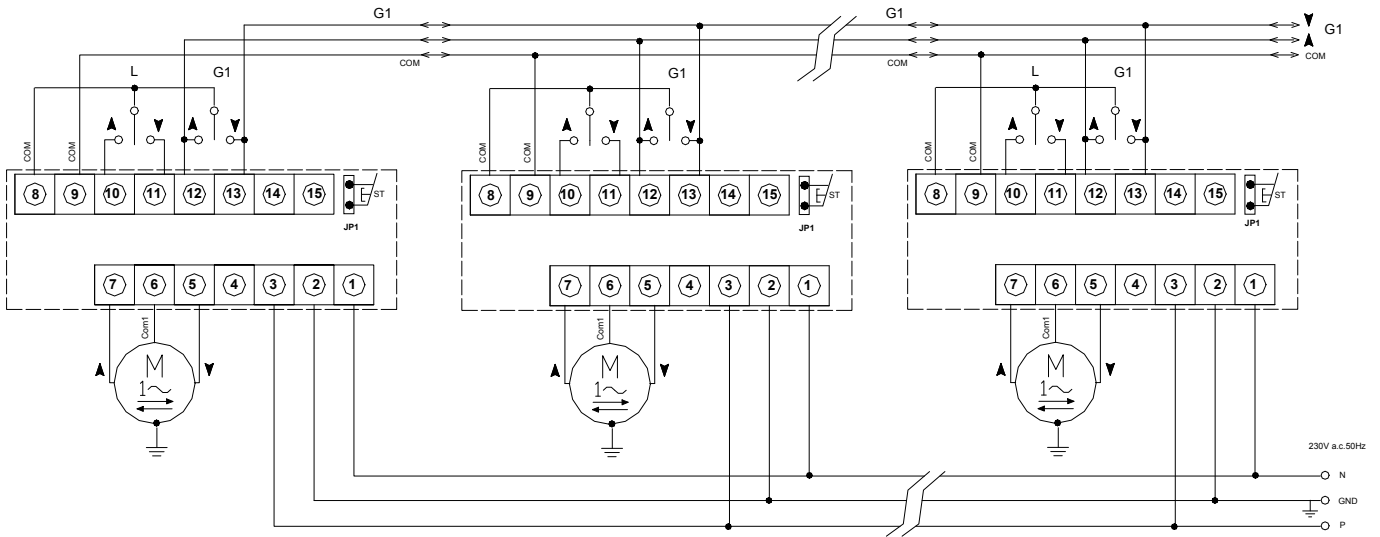
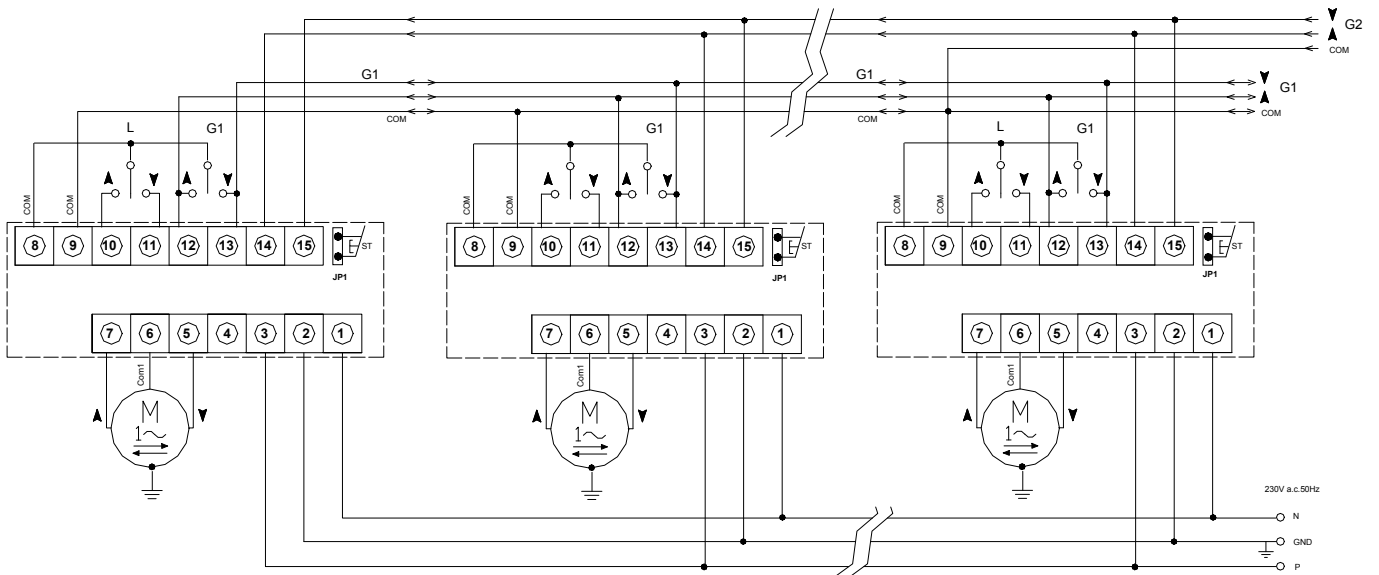

fig. 3
fig. 4
- I pulsanti del comando generale G1 possono essere collegati in più punti, anche uno ogni motore, (fig. 3)
- Il comando G2 (fig. 4) sui morsetti di ingresso 14 e 15 non si può comandare il motore a scatti (passo passo).
- Si possono comandare più motori contemporaneamente, azionati tramite i moduli CXU, collegandoli pulsanti per comando Generale G1 12/13 (fig. 3) e per un solo comando Generale G2 (14/15 (fig. 4).